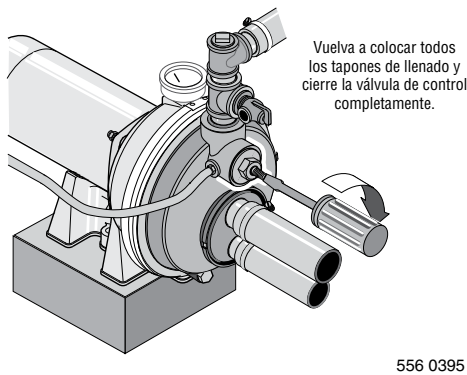

Figura 13: Cebado de la bomba
2. Vuelva a colocar todos los tapones de llenado y cierre la válvula de control completamente (Figura 13).